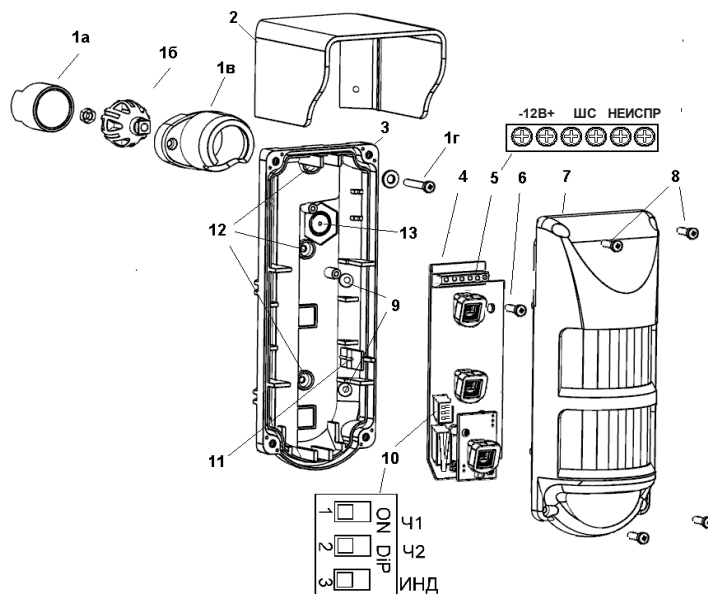

Рисунок 1 – Конструкция извещателя
5.1 Извещатель (рисунок 1) состоит из основания (3), печатной платы (4) и крышки (7). В комплект поставки входят кронштейн (1) и козырек (2) для защиты от осадков. Крышка крепится к основанию четырьмя винтами (8) с использованием герметизирующей прокладки. Печатная плата фиксируется на основании защелкой (11) и винтом (6). Перед установкой извещателя крышку и печатную плату следует отделить от основания.
7.1 После завершения установки и монтажа установить переключатели Ч1, Ч2, ИНД (10) в положение ON (см. рисунок 1), установить на место крышку корпуса и провести пробное включение извещателя.
Выбор чувствительности извещателя выполняется переключателями Ч1 – Ч2 в блоке DIP переключателей (10). См. рисунок 1.